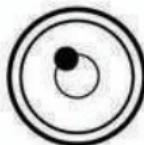

Рис. 4
- 6) При использовании штатива со сферической головкой немного ослабьте станововой винт, и удерживая прибор за подставку "6" двумя руками перемещайте его по головке штатива, пока пузырек не будет находиться приблизительно в центре круглого уровня "8" (Рис.4).